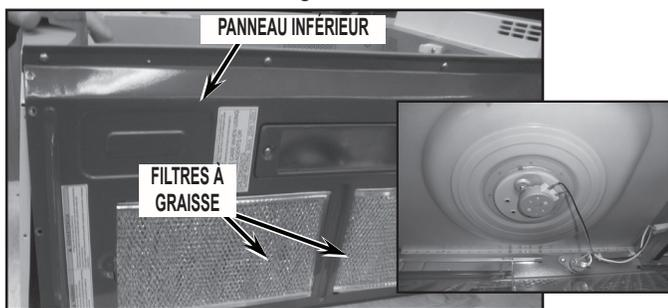

FIGURE 4
4. Retirer les filtres à graisse du ventilateur de la hotte, sous la cavité du four. Voir la Figure 4.
5. Retirer le panneau inférieur, sous la cavité du four. Voir la Figure 4.
6. Débrancher les fils et mettre le panneau de côté. Voir la Figure 4.